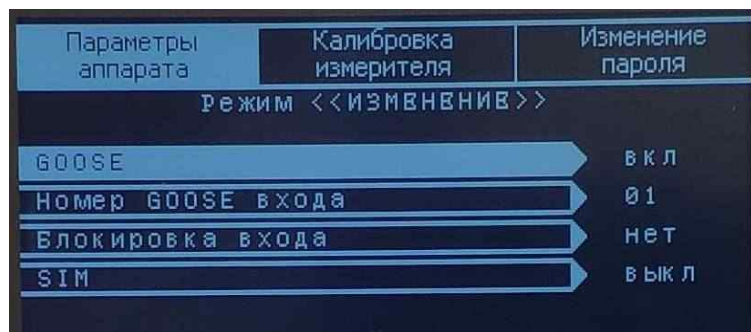

Рисунок 18 – Параметры GOOSE
2.1.12. «Конфігурація GOOSE» - підрозділ призначений для конфігурування параметрів GOOSE (див. рисунок 18).